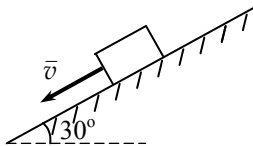

Рис. 10
15. Материальная точка (масса m произвольна) опускается по плоскости без трения под углом $\alpha = 30^\circ$ лишь под действием силы тяжести (рис. 10). Начальная скорость точки равна $v_0 = 4$ м/с. Найдите скорость точки v_1 в момент времени $t_1 = 3$ с.